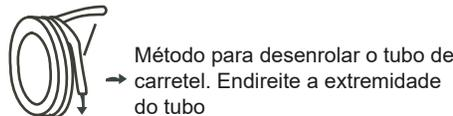

Fig. 6-3
- b. Dobre o tubo de conexão de parede fina (Consulte a Fig.6-3)